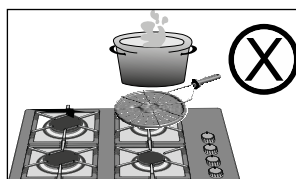

Figura 40
- No utilice la parrilla asadora entre el recipiente y el quemador para disminuir la intensidad del calor. (Ver figura 40).